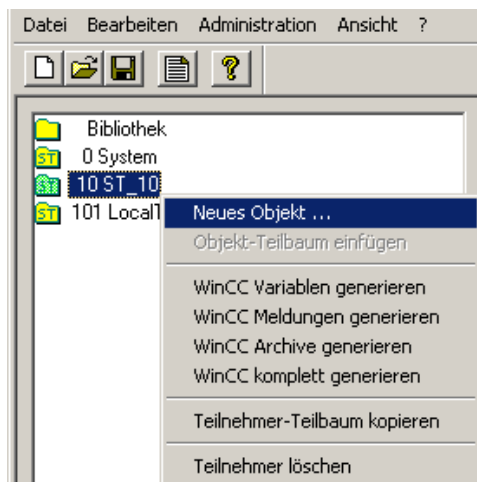

Bild 4-40 Auswahl eines Teilnehmers um eine Dekodierung anzulegen.
1. Selektieren Sie mit der rechten Maustaste den Teilnehmer, unter dem Sie eine Dekodierung einrichten möchten, und öffnen Sie das Auswahlmnü (siehe Bild 4-40).